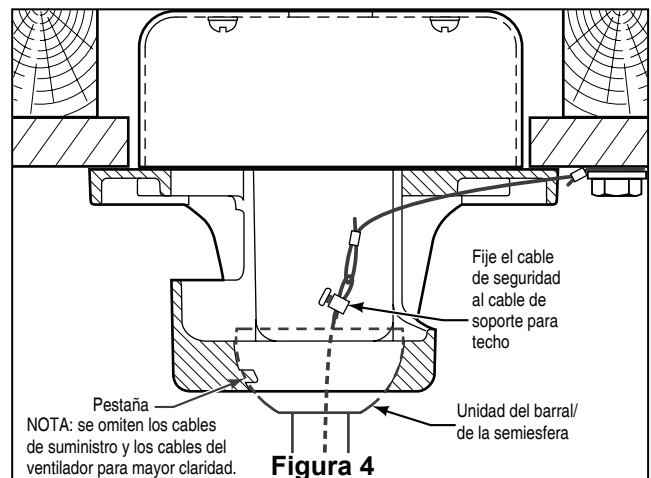

Figura 4
Afloje los dos tornillos de fijación del soporte del barral. Instale el barral en el acoplador. Alinee los orificios del pasador en el barral con los orificios del soporte del mismo. (Figura 4)
4. Levante cuidadosamente el ventilador y coloque el ensamble de la bola para colgar/varilla en la abrazadera para colgar que acaba de fijar a la caja de salida. Asegúrese de que la ranura de la bola esté alineada con la lengüeta de la abrazadera para colgar. (Figura 4)
5. Fije el cable de seguridad al cable de soporte para techo. Deslice la abrazadera de cables por el cable de seguridad (del ventilador). Pase el extremo del cable a través del aro que forma el cable de soporte para techo. Tire lo más posible del cable a través del aro. Inserte el extremo del cable en el orificio de la abrazadera y ajuste firmemente el tornillo. (Figura 4)